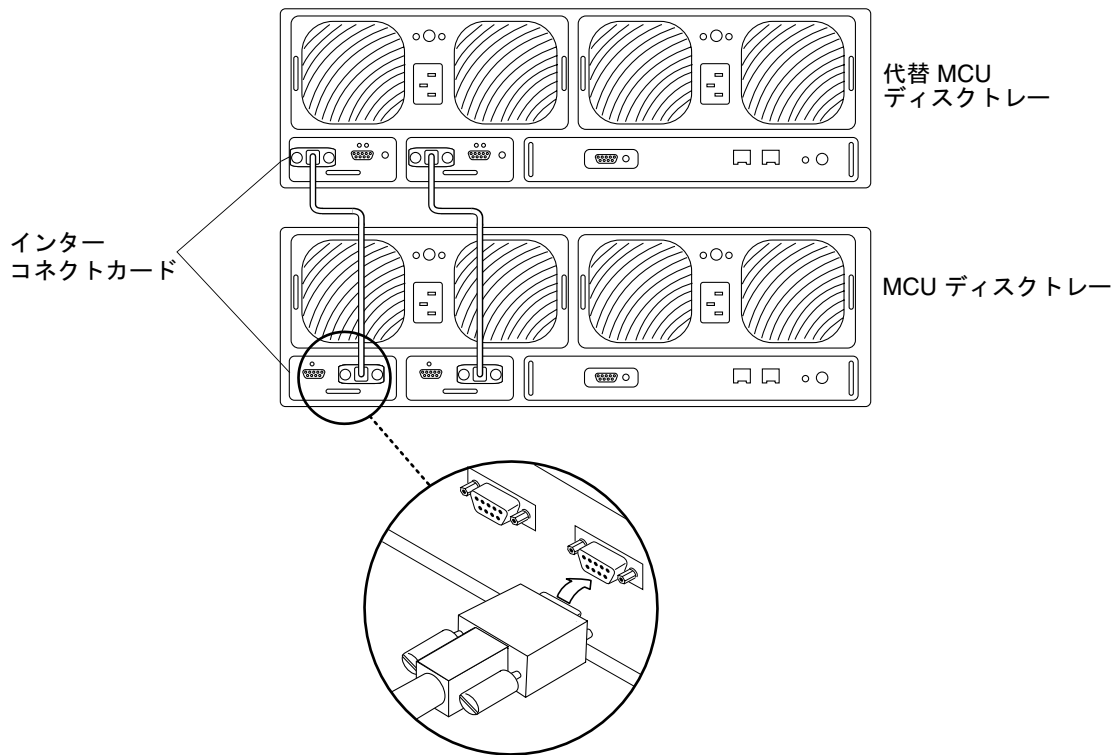

図 5 インターコネクトケーブルの接続
1. インターコネクトケーブルを使用して、図 5 のように、すべてのディスクトレイパートナーグループの MCU と代替 MCU のインターコネクトカードを接続します。